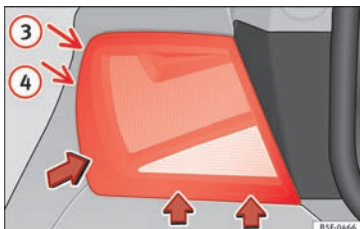

Bild 116 Ta bort bakljusenheten från sidopanelen.
- Vik ljuset i pilarnas riktning tills det lossnar (position **③** och **④**) » **bild 116**